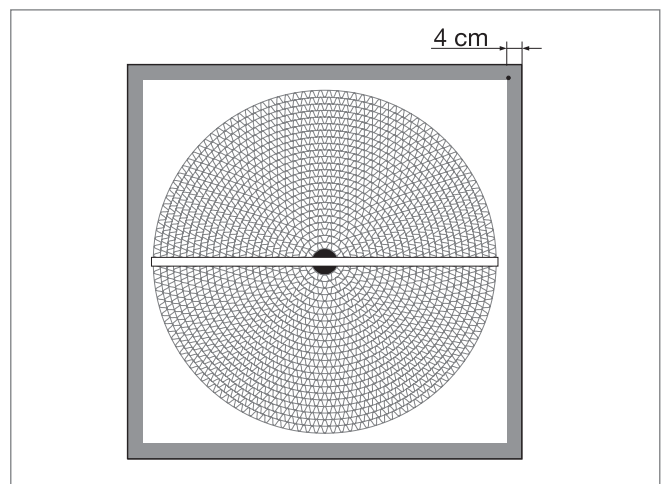

Fig. 24: Zone de perçage
- Lorsque le caisson est prévu pour un raccordement de gaines, un espace de 4 cm sur la face extérieure peut être utilisé pour la perçage de trous pour la fixation des gaines sur les faces avant (Fig. 24).